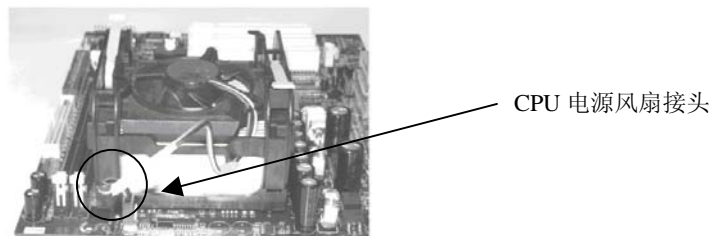

图 6
5. 将风扇的电源线从安装好的风扇引出，接在主板上的 3 针的 CPU 风扇电源接头上。(图 6)